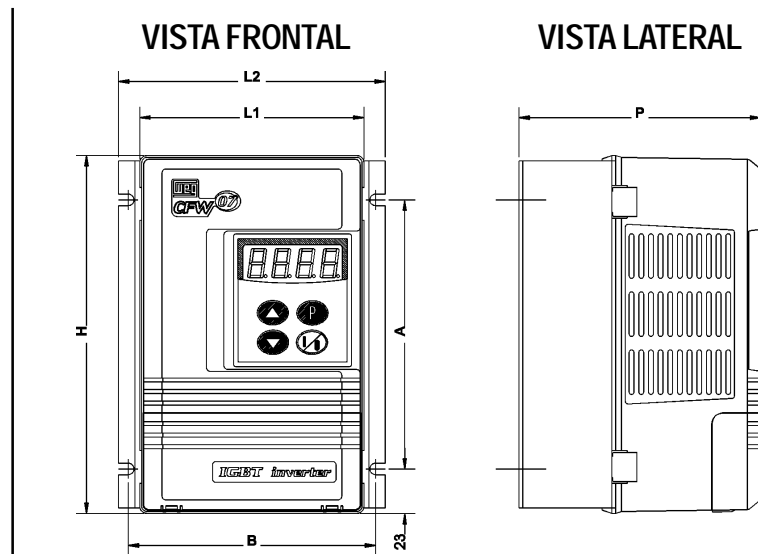

Figura 3.2 - Dimensional para CFW-07 (dimensões em mm)
- ☑ Dimensões externas, furos para fixação etc, ver figura 3.2.
- ☑ Opção + N1 (kit metálico adicional) - ver item 8 - Dispositivos Opcionais.